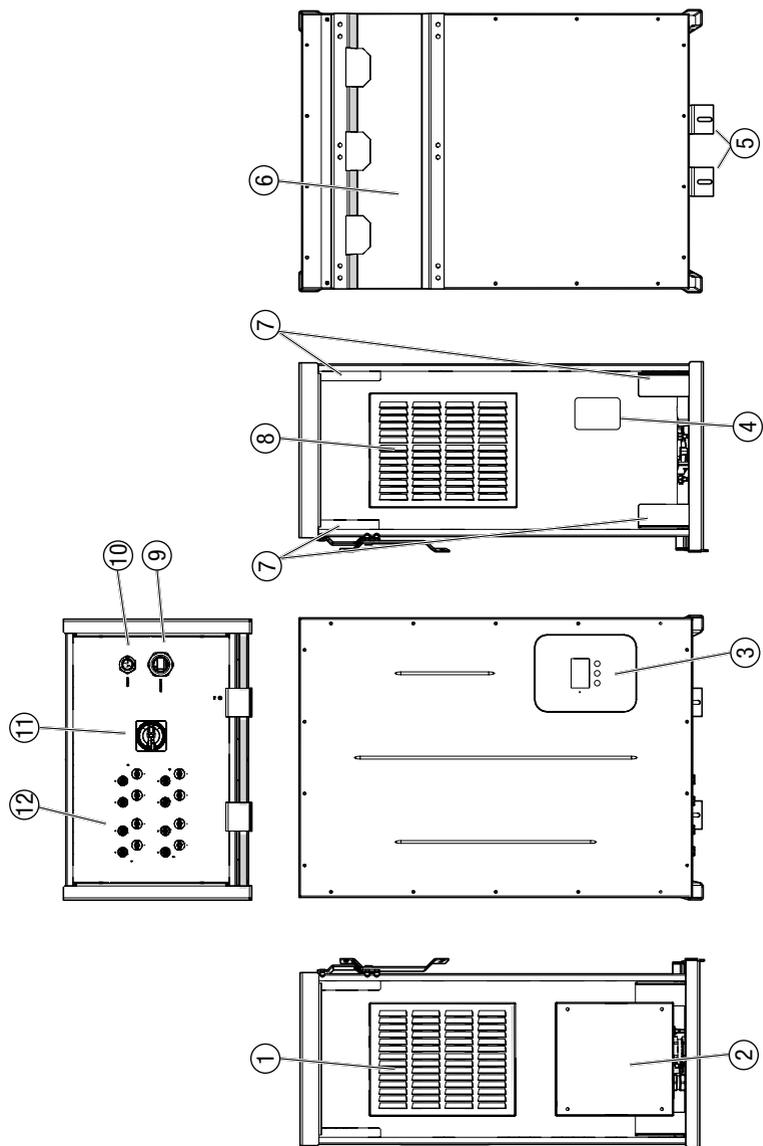

Figura 2 Viste esterne
L'inverter dispone di maniglie (Figura 2/pos. 7) dalle quali è possibile sollevare manualmente l'inverter dall'imballaggio.